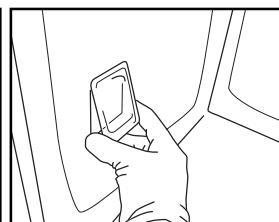

Fig. 9
5. Puneti la loc plafoniera și împingeți-o spre perete pentru a o fixa corect (Fig. 9).